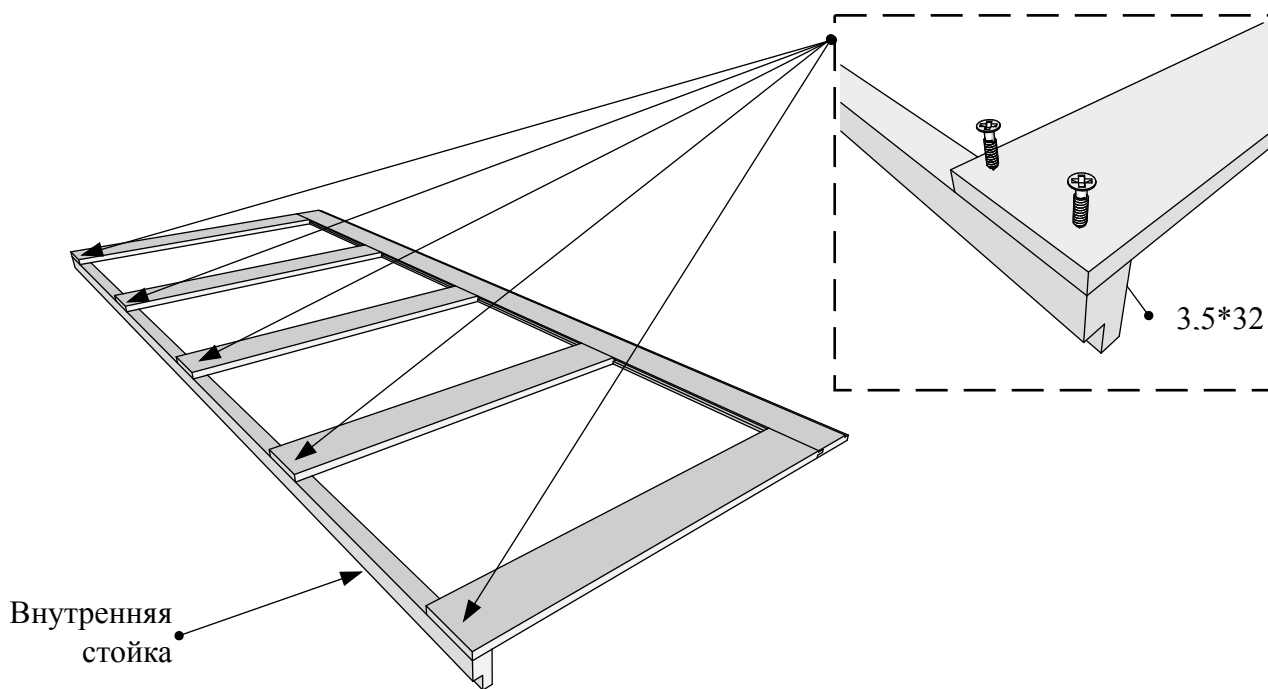

Рисунок 10
4.3 Установить внутреннюю стойку и закрепить её саморезами 3,5*32. Следите чтобы боковая царга не выходила за плоскость внутренней стойки. Повторить операцию для второй боковой вертикальной стойки (Рис. 10).